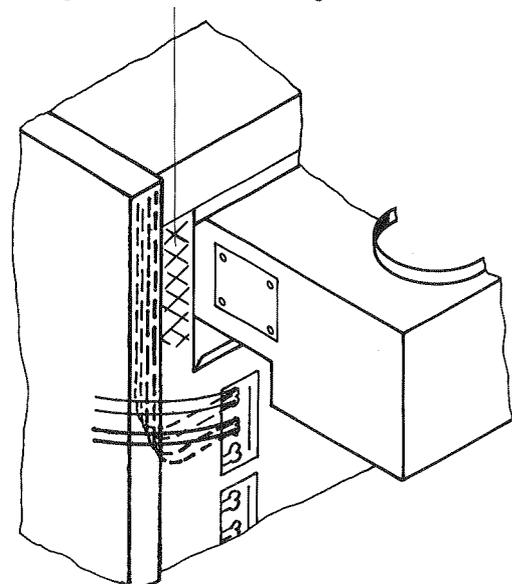

Abb. 8
**Achtung! Beim Verlegen der Leitungen von der Kesselrückseite zur Regelung darauf achten, daß die Leitungen zwischen der Wärmedämmmatte und dem Ummantelungsblech verlegt werden** (siehe Abb. 8 auf Seite 9).